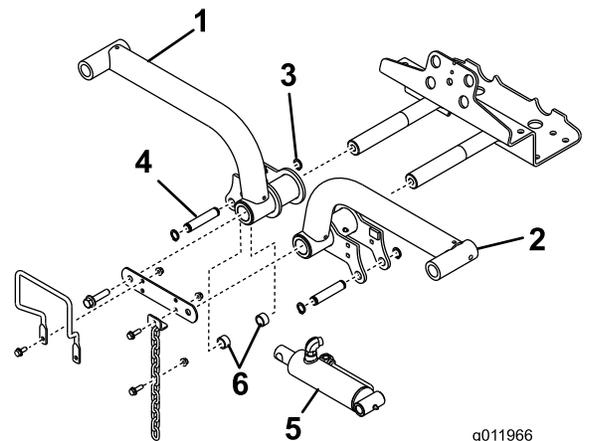

图15
4. 将提升臂插到提升臂枢轴上图15用之前卸下的提升臂枢轴连杆和螺栓分别固定。
6. 用 2 个安装销和 2 个隔片将提升油缸的右端固定至右提升臂上 图 15。用卡环将其固定。